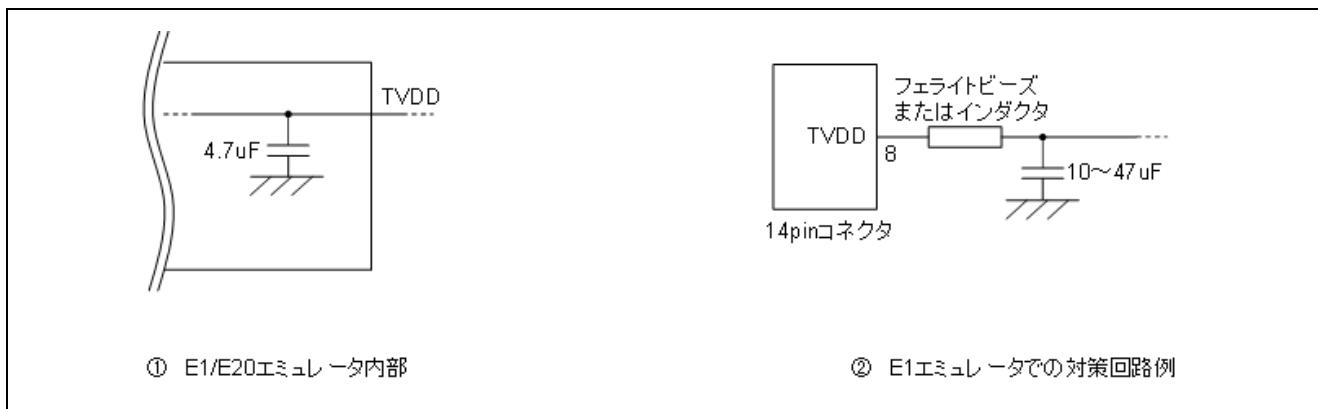

図 2-9 ホットプラグイン向け対策回路
ホットプラグイン接続を行う可能性がある場合には、下記のような回路構成にしておく必要があります。図 2-9 ①のように E1 エミュレータの 8 番ピンには、エミュレータ内部で $4.7\mu F$ のコンデンサが付いているため、ホットプラグイン接続を行う場合はユーザシステム上の電源電圧が一瞬低下する場合があります。この電圧降下により MCU リセットが発生する可能性があります。図 2-9 ②に示すように、エミュレータ接続コネクタの TVDD ラインの直近にフェライトビーズ(またはインダクタ)と低 ESR で大きめなコンデンサを付けることで症状を軽減することができますが、本対策は、電圧降下を完全に改善するものではありません。なお、ホットプラグイン接続はデバッグ時のみ有効な機能であり、本機能を使用する場合は、別売のホットプラグインアダプタが必要です。